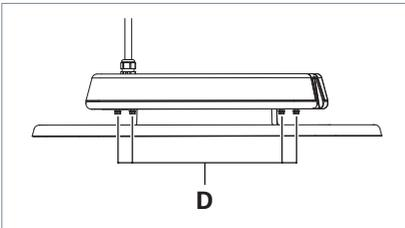

Fig. 9: Schrauben lösen.
- ▶ Lösen Sie die vier Schrauben **D** an der Leuchte, siehe Fig. 9.